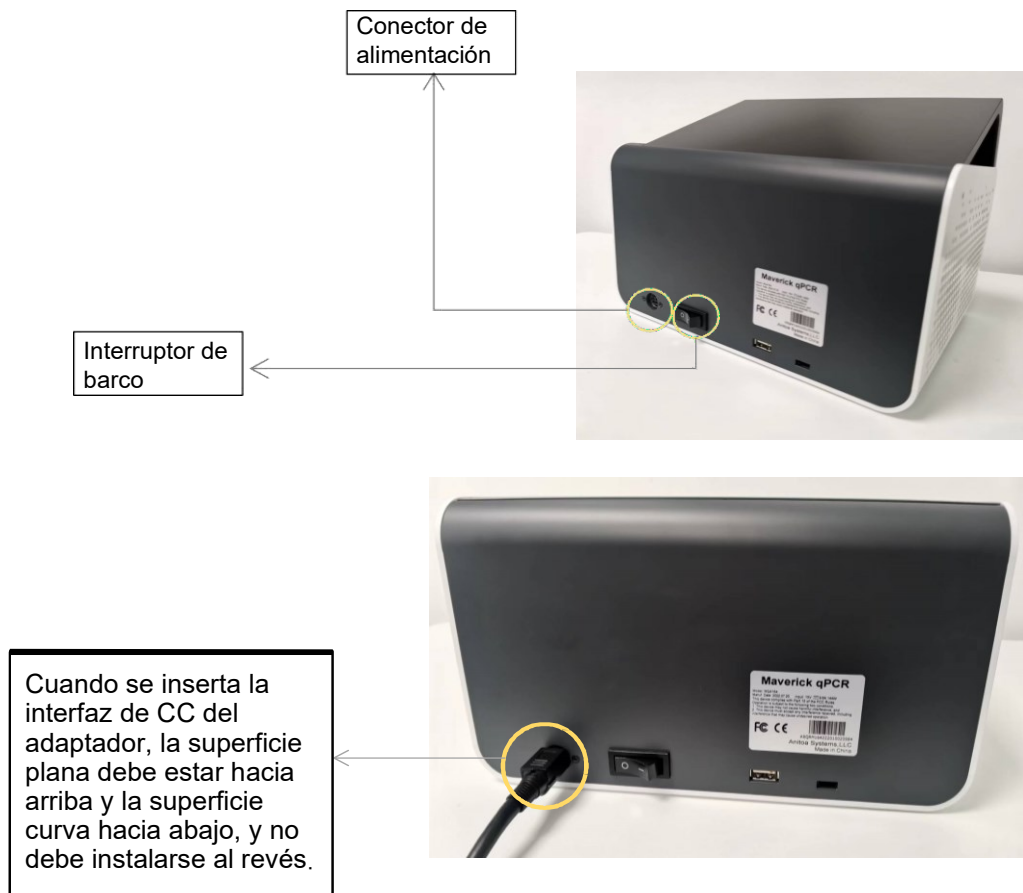

Figura 3-5-1 Parte trasera del instrumento
- 1) Inserte el conector de CC en el conector de alimentación del instrumento y escuche el sonido de "clic" para indicar que está insertado en su lugar, como se muestra en la Figura 3-5-1.